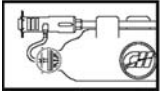

Figura 7
- Antes de enjuagar, mueva el indicador de la tapa hacia la posición de "OFF" (apagado) para cerrar el suministro de jabón (Figura 7).